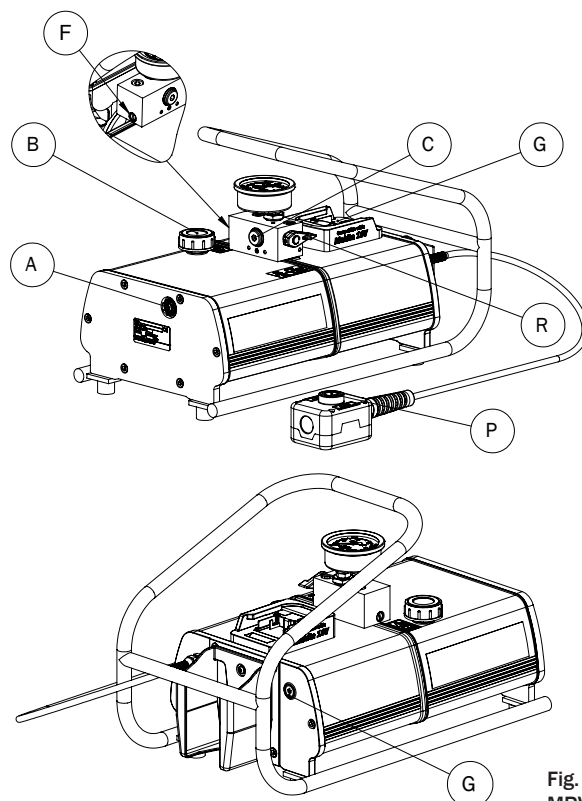

Fig. 10
Pumpens oljepåfyllningsplugg har inbyggd luftventilering för att motverka över- och undertryck i oljetanken (fig. 10 pos. B)
Siktglas för enkel kontroll av max. oljenivå (fig. 10 pos. A)
För att starta pumpen, koppla på batteri (fig. 10 pos. G) och tryck in ON/OFF knappen (fig. 10 pos. G). Knappens LED-lampor lyser blått när pumpen är i läge "ON".
OBS! Efter att pumpen är satt i läge "ON" tar det ca 4 sekunder innan motorns styr enhet har startat upp och pumpen kan aktiveras med handkontrollens tryckknapp (fig. 10 pos. P).
Om motorn av någon anledning inte slutar snurra trots att handkontrollens tryckknapp (fig. 10 pos. P) inte är intryckt, koppla omedelbart bort batteriet från pumpen.
Anslut hydraulslang med G 1/4" koppling (fig. 10, pos. C) eller använd REHOBOT snabbkopplingar.
Pumpens siktglas (fig. 10 pos. A) kan bytas ut mot lämplig G 1/4" koppling och användas som returport. Placera pumpen så att siktglaset är högre upp än oljenivån innan byte sker.
- Skruva bort oljepåfyllningspluggen (Fig. 10, pos.B).
- Fyll oljebehållaren genom påfyllningshålet tills oljenivån når mitten av siktglaset (fig. 10 pos. A).
Reglering av trycket sker genom att vrida inställningsskruven (fig. 10 och fig. 11 pos. F)